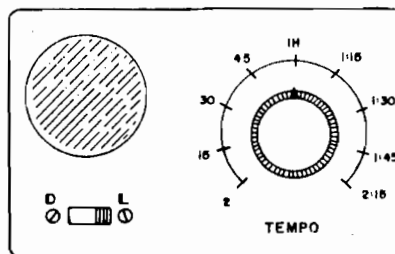

Fig. 5
cado, conforme sugere a fig. 5. Para estabelecer a marcação dos tempos nesse "dial", com boa resolução e precisão, o truque é esse:
- Obtidos os tempos extremos, basta dividir e demarcar o dial de forma proporcional (conforme sugere a fig. 5), ou seja: espaços angulares iguais para tempos iguais...
- Numa utilização "culinária" (MITEPO com potenciômetro e escala, feito na fig. 5), a dona de casa vê, na receita, que determinado assado precisa ficar no forno durante 45 minutos. Basta então ajustar o potenciômetro para esse tempo, ligar o MITEPO e ir cuidar dos outros afazeres... Ao fim de 45 minutos programados, o dispositivo avisará, através do alarme, que o assado deve ser retirado do forno...